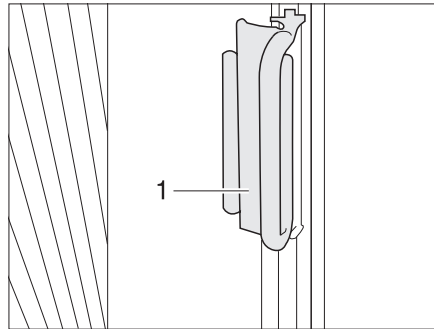

Bild 15 Griff Faltverdunklung für Frontscheibe
- Die Faltverdunklungen zu beiden Seiten der Frontscheibe jeweils am Griff (Bild 15,1) fassen und vorsichtig zur Mitte der Frontscheibe hin zuziehen, bis der Magnetverschluss die Faltverdunklung geschlossen hält.
- Den Griff (Bild 15,1) auf den Aufsatz schieben. Die Faltverdunklung ist gesichert.